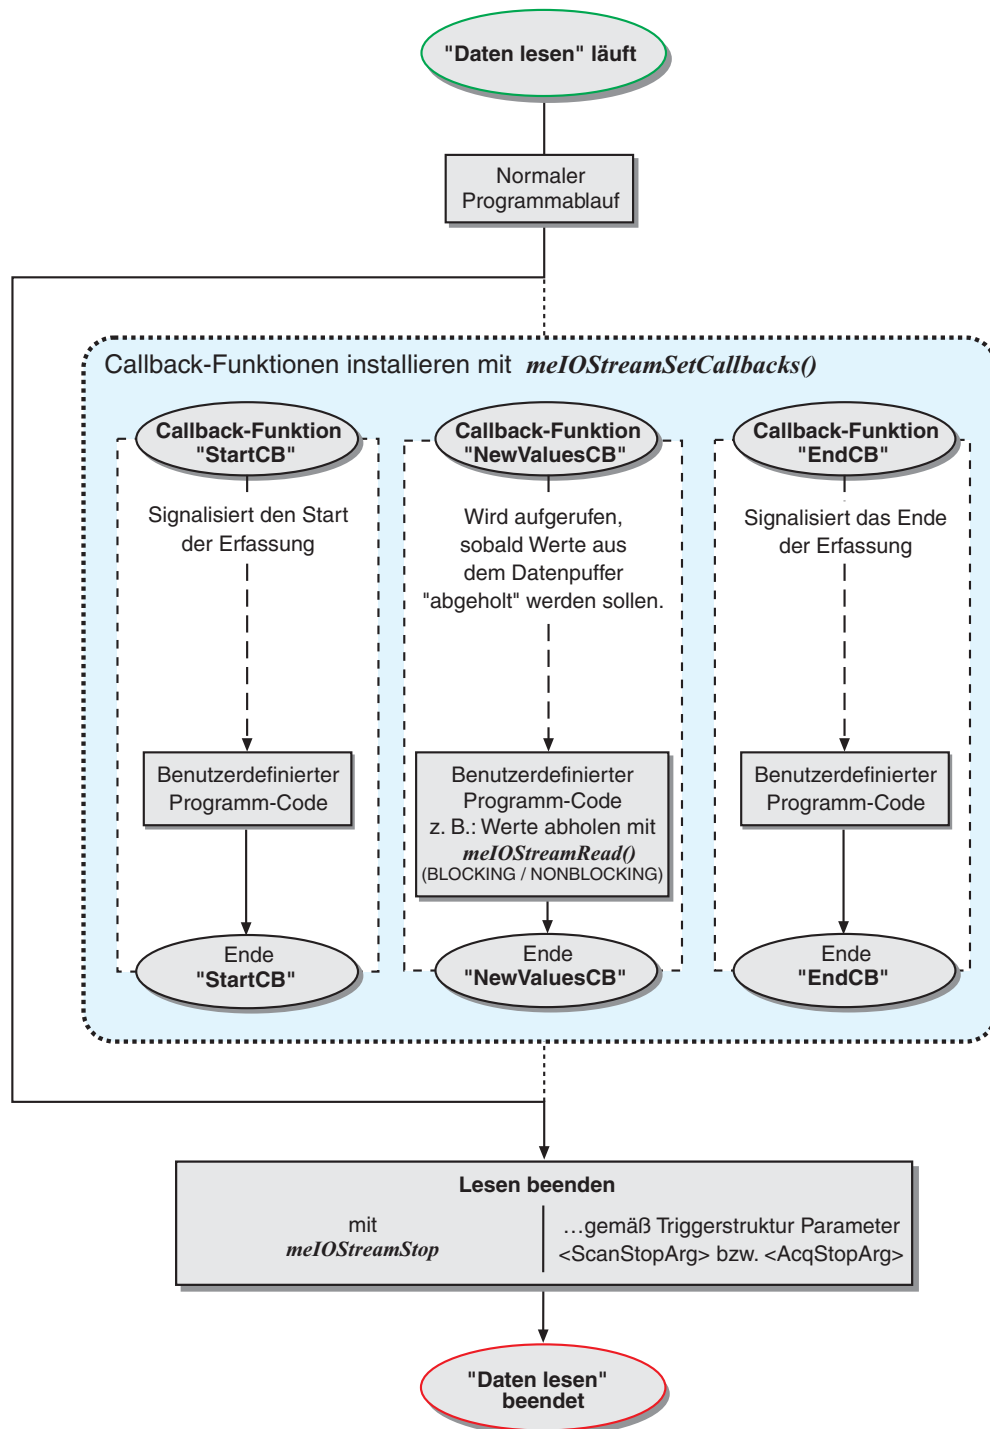

Abb. 24: Daten lesen mit Callback-Funktion
- Das „Abholen“ der Daten erfolgt im Hintergrund im Rahmen einer benutzerdefinierten Callback-Funktion. Bei Bedarf können Sie mit der Funktion *meIOStreamSetCallbacks()* drei verschiedene Callback-Funktionen installieren, die beim Start, während oder nach der Erfassung aufgerufen werden. Siehe Abbildung 24 auf Seite .78.